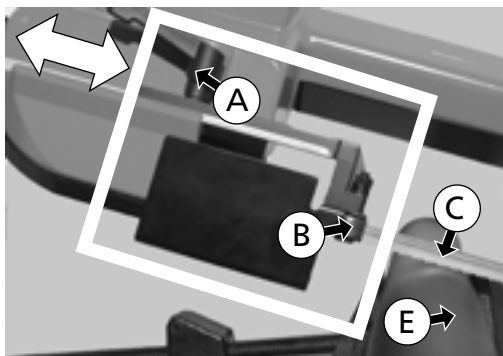

Fig. 23
1. Solte o manipulador (A) - (Fig. 23).
Elementos das Fig. 23 - 24